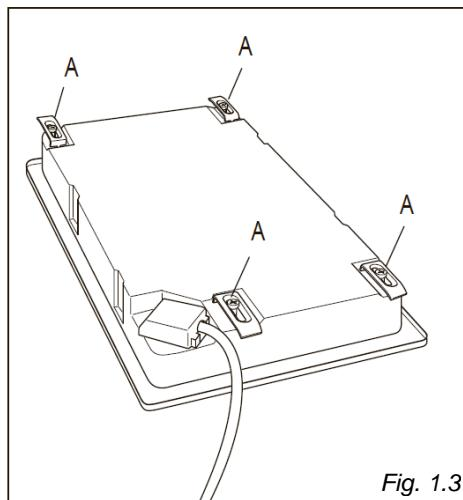

Fig. 1.3
Ogni piano cottura viene fornito con un kit di installazione comprensivo di staffe e viti per il fissaggio del piano a pannelli di fissaggio da 30 a 40 mm di spessore, fig. 1.3, 1.4.
- Capovolgere il piano cottura e inserire le linguette "A" (fig. 1.3) negli attacchi, serrare le viti "B" solo di pochi giri.